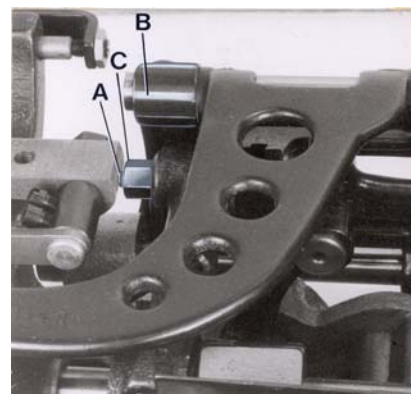

Fig. 8
Remove the rear cloth plate. The length of the stitch can be adjusted by raising or lowering the stud (A, Fig. 8) in the segment slot of the feed rocker (B). Lowering stud (A) will lengthen the stitch, raising the stud will shorten the stitch. After loosening nut (C), stud (A) can be moved accordingly. When the desired stitch length is obtained, retighten nut (C) and remount cloth plate.
Remueva la tapa trasera. El largo de la puntada se ajusta moviendo el perno (A, Fig. 8) en la ranura del marco del alimentador (B). Bajando el perno (A) pone la puntada mas larga y subiendolo la pone mas corta. Despues de aflojar la tuerca (C), el perno (A) se deja mover. Cuando se logra el largo de la puntada deseado, hay que apretar la tuerca (C) otra vez y montar la tapa trasera.